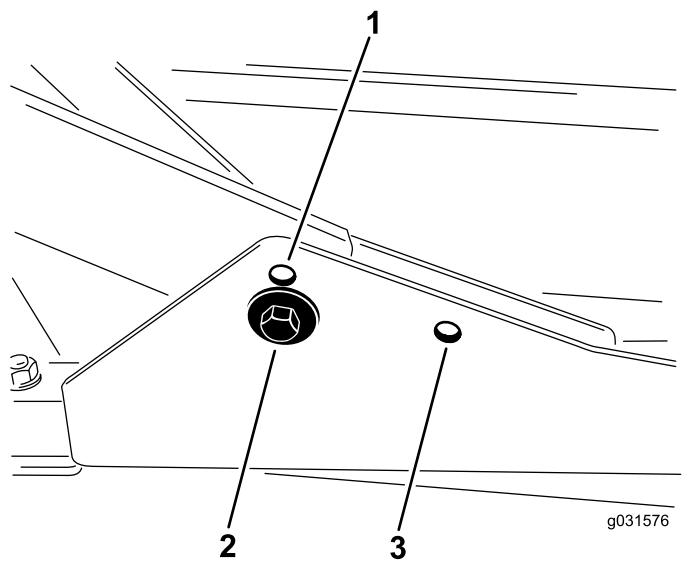

图 15
1. 如果剪草高度介于 27.6cm 之间请将前承载架安装在下方的前安装孔内图 15。
2. 如果剪草高度介于 6.3-10cm 之间请将前承载架安装在上方的前安装孔内图 15。
对于所有剪草高度后剪草刀盘都应安装在后安装孔内图 15。